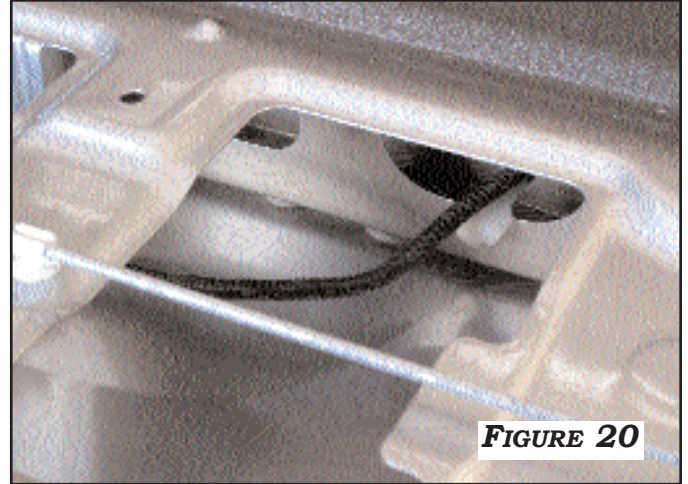

FIGURE 20
1. ROUTE THE **CAMERA EXTENSION HARNESS** FROM THE SMALL OPENING AT THE BOTTOM RIGHT OF THE TAILGATE TO THE LARGER OPENING AS SHOWN IN **FIGURE 20**. ROUTE WITH THE SMALL ROUND CONNECTOR END FIRST. THE WHITE FACTORY CONNECTOR WILL PASS THROUGH THE STAMPED OPENING UNDER THE RIGHT SIDE OF THE TRUCK BED.